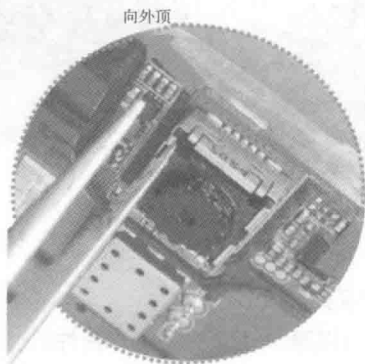

图 1-9 松开摄像头固定弹片
(2) 用镊子将摄像头座的固定柱按箭头方向向外顶，松开摄像头的 4 个固定弹片，如图 1-9 所示。